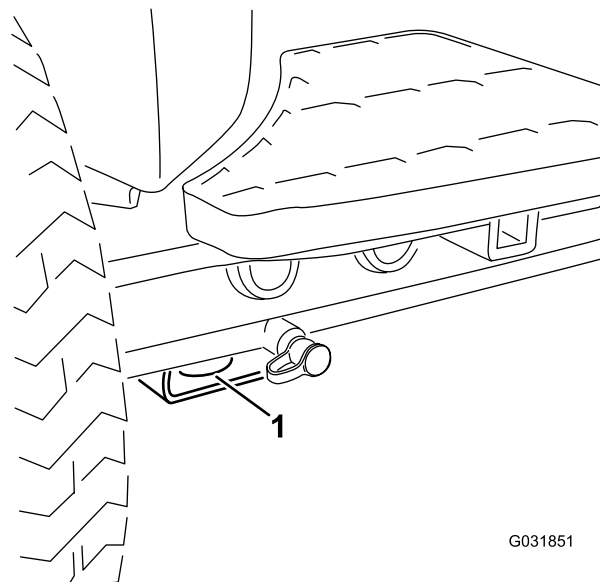
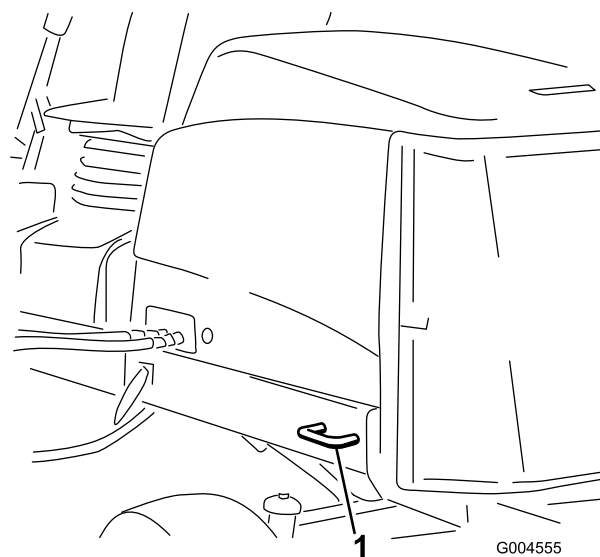

Рисунок 56
Рисунок 57
- В задней части – используйте каждую сторону машины на задней раме (Рисунок 57)
- Надежно закрепите машину с помощью ремней, цепей, тросов или веревок. И передний, и задний ремни должны быть направлены вниз и в сторону от машины; см. Рисунок 56 и Рисунок 57.
- В передней части – используйте отверстие в прямоугольной подкладке под трубой моста внутри каждого переднего колеса (Рисунок 56)